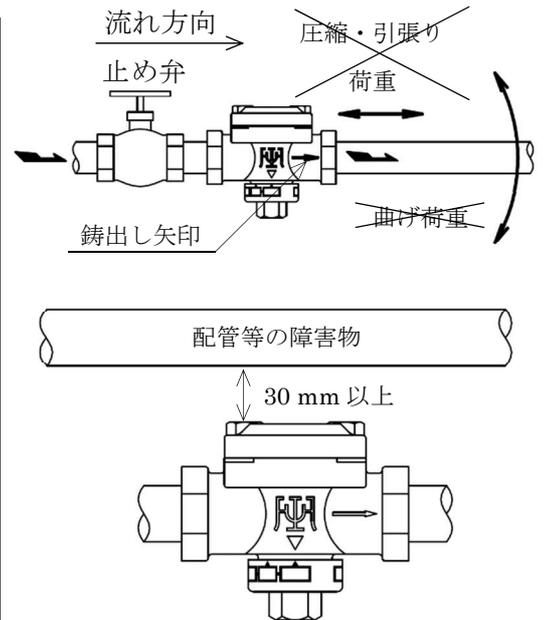

図5 トラップ取付けの諸注意
- 取付けに際しては、図5に示すように流体の流れ方向と本製品の出入口の方向を確認のうえ、正しく取り付けてください。この時、本製品に荷重がかからないように配管してください。(二次側への蒸気漏れなど、故障の原因となります。)